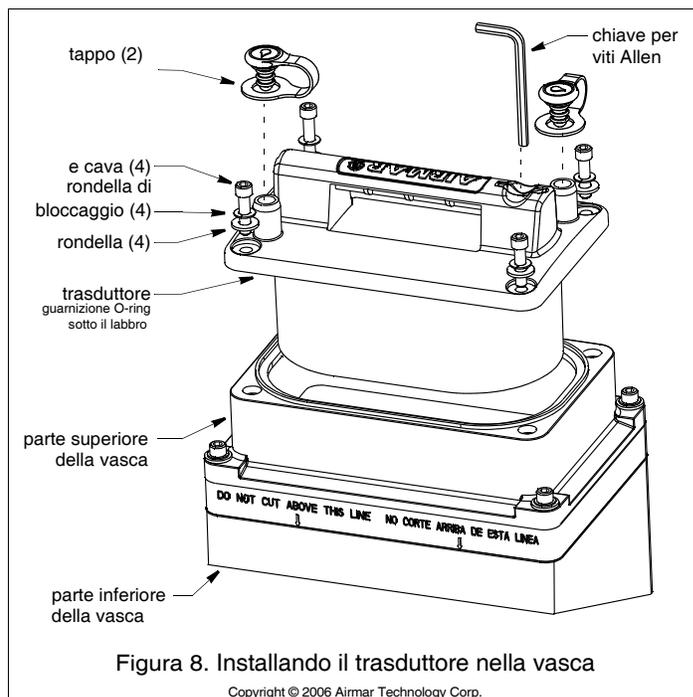
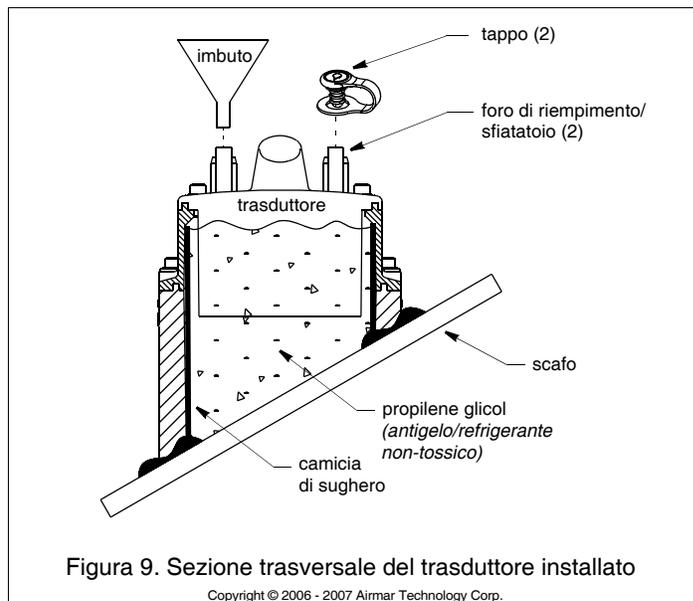

Figura 8. Installando il trasduttore nella vasca
Figura 9. Sezione trasversale del trasduttore installato
5. Nel caso in cui la vasca viene installata in due parti, a questo punto riconnettete le due sezioni della vasca (vedi la Figura 8). Accertatevi che la guarnizione O-ring é a posto intorno al labbro e lubrificata. Avvitare le due metà insieme utilizzando le viti a testa cilindrica e cava, le rondelle di bloccaggio e le rondelle fornite. Utilizzare la chiave allen para apretar los tornillos con una fuerza no superior a 50 in-lb. **Non serrate troppo.**
4. Afferrare il trasduttore per le maniglie e abbassatelo dentro la vasca (vedi la Figura 8). Nel trasduttore non c'è prodiero oppure poppavia: può entrare nella vasca in entrambi i modi.
6. Completate il versamento del glicole propilene dentro la vasca. Però lasciate un poco di spazio con aria per provvedere all'espansione con il cambiamento di temperatura. Utilizzando el imbuto fornito, versate el liquido di riempimento fino a che la vasca é colma (vedi la Figura 9). Il secondo foro fungerà da sfiatatoio. (Alternativamente, la vasca si può riempire utilizzando tubi di diametro standard, fissati con un staffa per tubi). Fissate i tappi forniti e tamponate entrambi i fori di riempimento/sfiatoio (vedi la Figura 8). Per facilitare lo slittamento, lubrificate i tappi con il liquido di riempimento. Legate l'imbuto all'impugnatura per mantenerlo a portata di mano.